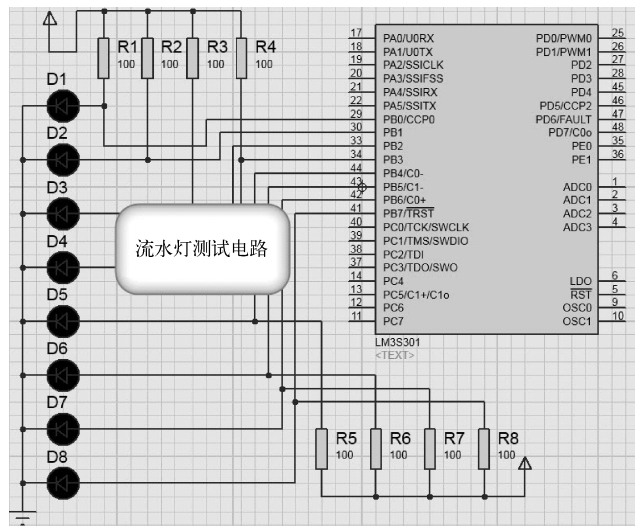

图 5-24 流水灯程序的测试电路
2) 搭建测试电路图。流水灯程序的测试电路如图 5-24 所示。